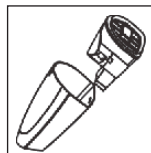
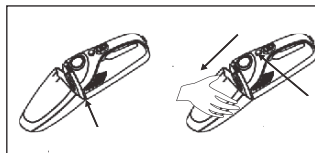
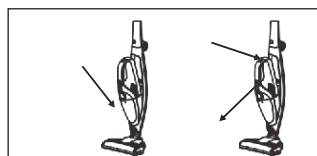

рис. 5
рис. 6
рис. 7
- Последовательно вставьте фильтрующий элемент (17), губчатый фильтр (16) и НЕРА-фильтр (15) в пылесборник (18) – **рис. 5**, а затем вставьте пылесборник в ручную пылесос (14) – **рис. 6**.
- ПРИМЕЧАНИЕ: Не используйте вертикальный и ручной пылесос без установленных фильтров (15, 16, 17) и пылесборника (18).**
- Поместите собранный ручной пылесос (14) в корпус (5). Чтобы отсоединить ручной пылесос (14) нажмите кнопку (10) и извлеките его – **рис. 7**.
- Извлеките ручной пылесос из корпуса (5), нажав кнопку (10) – рис. 7.
- Убедитесь, что в пылесборнике (18) установлены фильтры (15, 16, 17).
- Ручной пылесос начнет работу после нажатия на выключатель (11).
- Для уборки в труднодоступных местах можно использовать насадку (26).
- При уборке пылесосом, например, мягкой мебели, можно использовать наконечник (27).
- Нажмите кнопку (11), чтобы выключить пылесос.
- По окончании работы очистите пылесос (см. **ОЧИСТКА И ТЕХНИЧЕСКОЕ ОБСЛУЖИВАНИЕ**), вставьте его в корпус (5) и поместите все в зарядную базу, подключенную к источнику питания.
- Извлеките ручной пылесос (14) из корпуса (5) – **рис. 7**.
- Отсоедините пылесборник – **рис. 6**.
- Извлеките HEPA-фильтр (15), губчатый фильтр (16) и фильтрующий элемент (17) из пылесборника (18) над мусорным ведром и очистите все компоненты.
- Фильтр HEPA (15), губчатый фильтр (16), фильтрующий элемент (17) и пылесборник (18) можно мыть под проточной водой.